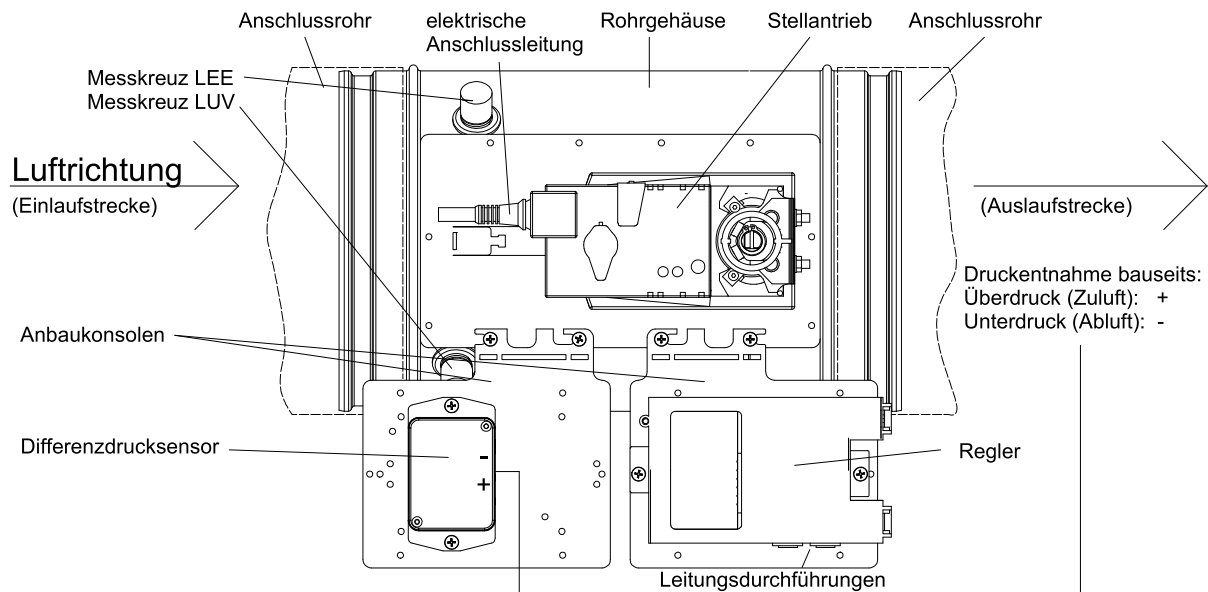

Abb. 10: DRpro Übersichtsdarstellung mit Messkreuzanschluss
4. Schläuche an den angebrachten Winkelsteckverbindern montieren, dazu die Zuordnung (Messkreuz LUV = transparenter Schlauch, Messkreuz LEE = roter Schlauch) beachten. Siehe Abb. 10.